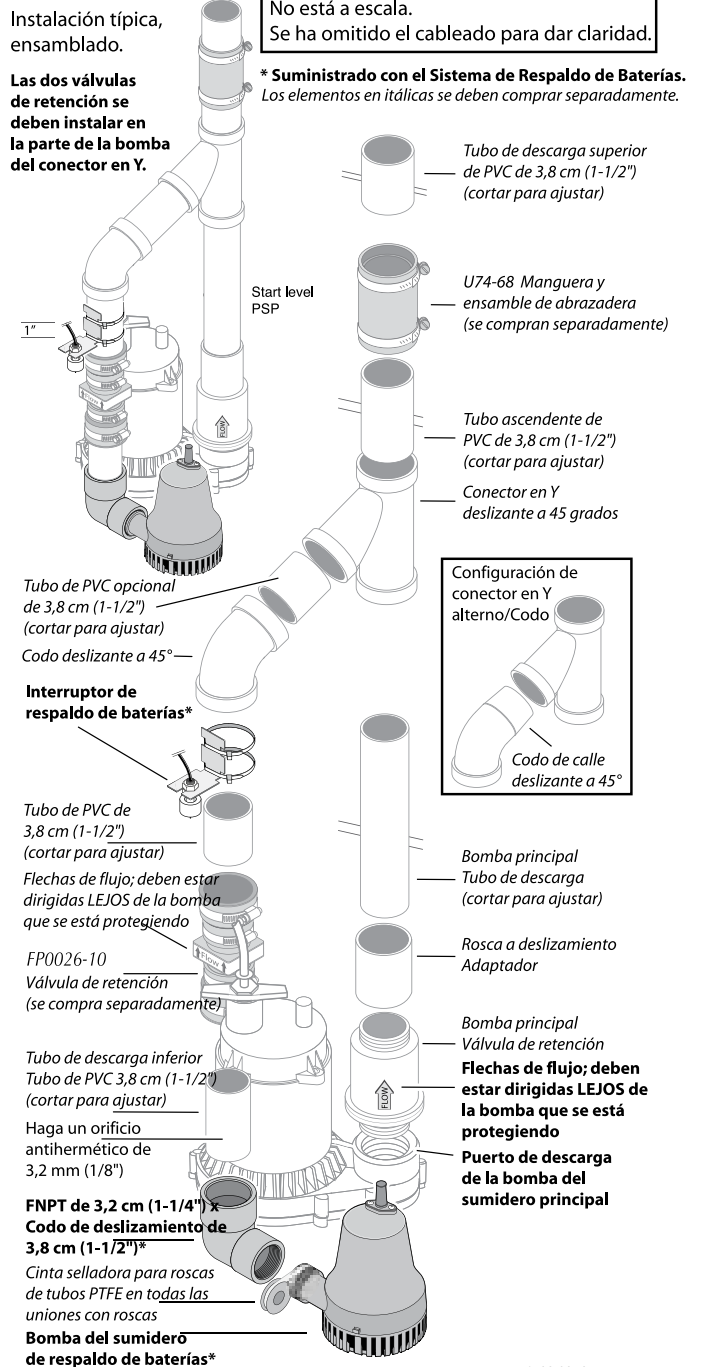

Figura 3: Instalación típica con tubos de descarga comunes.
Si es posible, instale la BBU de tal manera que la descarga vaya directamente al exterior (separe el tubo de descarga del tubo de descarga de la bomba del sumidero principal). Si esta no es una opción práctica, consulte la opción "Descarga común" (Figura 3, página 4).
**AVISO:** si no hay ninguna válvula de retención en la descarga de la bomba del sumidero principal, debe instalar una. También debe instalar una en el tubo de descarga de la BBU (Figura 3, Página 4). Asegúrese de que las flechas de flujo de la válvula de retención estén dirigidas LEJOS de la bomba que se esté protegiendo.
4. Corte un pedazo de tubo de PVC de 1-1/2" para alcanzar desde el codo de descarga de la bomba de respaldo hasta cerca de un (1) pie sobre el suelo del sótano. Este es el tubo de descarga inferior.